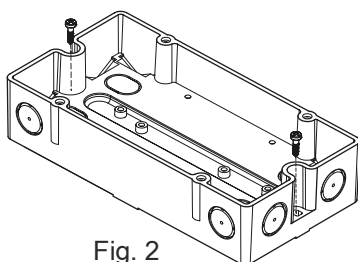

Fig. 2
- In housing FDCH221 (Fig. 2...4)
Installation in housing FDCH221 (Fig. 2...4)
1. Open housing (Fig. 2).
3. Use two screws to fit the housing on a plane surface (Fig. 2).
- Im Gehäuse FDCH221 (Fig. 2...4)
Montage im Gehäuse FDCH221 (Fig. 2...4)
1. Öffnen Sie das Gehäuse (Fig. 2).
3. Montieren Sie das Gehäuse mit zwei Schrauben auf eine plane Fläche (Fig. 2).
1. Dans le boîtier FDCH221 (fig. 2...4)
Montage dans le boîtier FDCH221 (fig. 2...4)
1. Ouvrez le boîtier (fig. 2).
3. Montez le boîtier sur une surface plane avec deux vis (fig. 2).